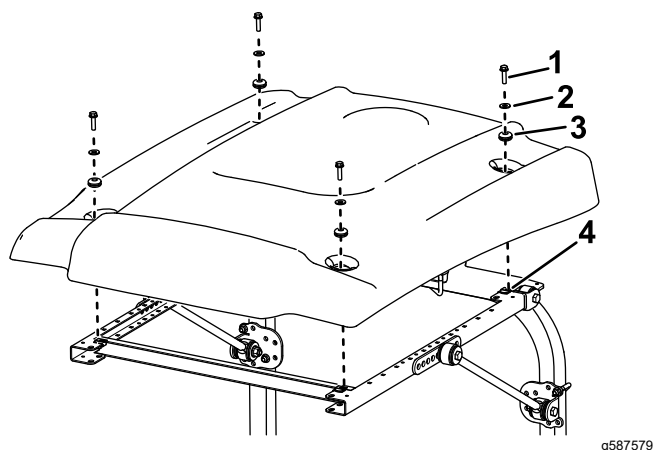

Рисунок 49
9. Выравнивая монтажные отверстия, расположите солнцезащитный навес на раме, как показано на Рисунок 49.
10. Установите каждый угол солнцезащитного навеса на раму с помощью болта с фланцевой головкой (5/16 x 1 дюйм), малой шайбы и уплотнительной втулки, не затягивая их (Рисунок 49).